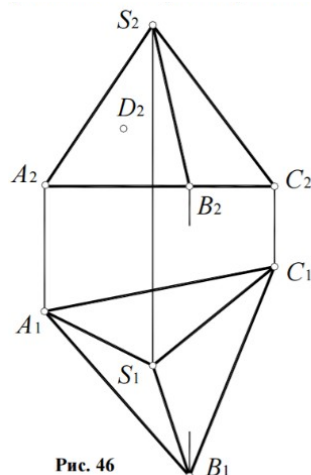

Рис. 46
1. Дана пирамида $SABC$ (рис. 46). Построить фронтальную проекцию точки E , лежащей в грани SBC . Через точку D , лежащую в грани DAB , провести в этой грани горизонталь.